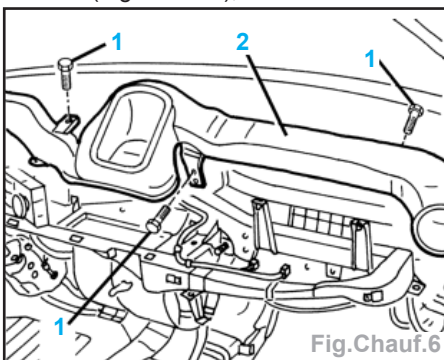

Fig. Chauff.6
- le conduit d'air (2) sous la planche de bord (Fig. Chauff.6),